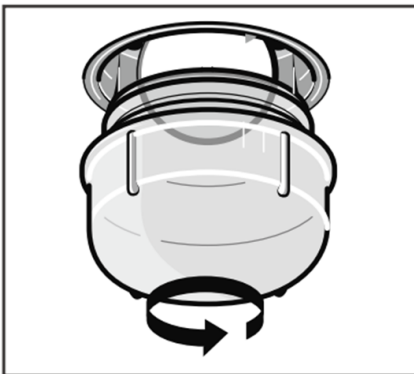

Figure 5
2. Поверните стеклянную крышку против часовой стрелки (рис. 5).